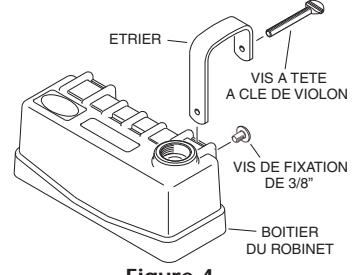

Figure 4
- Insérez les deux étriers dans le boîtier du robinet en suivant l'illustration (voir figure 4).